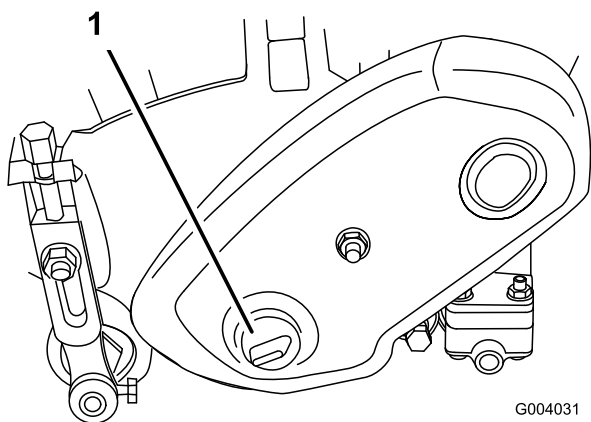

Figura 59
1. Retire o tampão da cobertura da transmissão do cilindro situada no lado esquerdo da estrutura do cilindro (Figura 59).